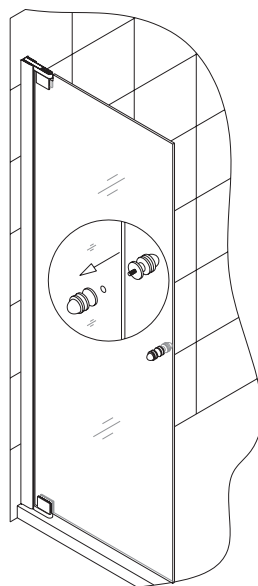

Рис. 6
6. Установите ручки **(6)** на стеклянные двери **(3)**. *См. рис. 6 для более подробной информации.*